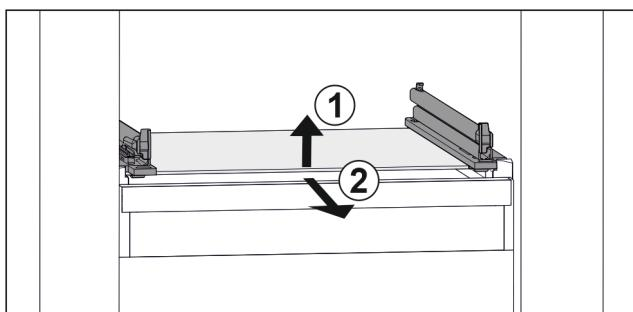

Fig. 97 Príklad zobrazenia sklenenej dosky
- Nadvihnite sklenenú dosku vpred. Fig. 97 (1)
- Odoberte sklenenú dosku dopredu. Fig. 97 (2)